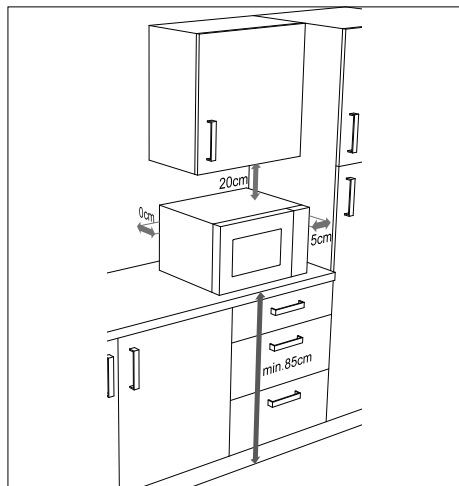

Fig. 5 – Distancias de aparato
- ▶ Se deben observar las distancias indicadas en (**véase Fig. 5**) para asegurar una buena ventilación. El distanciador de la pared posterior del aparato debe tocar la pared. Este garantiza que se mantiene la distancia correcta al colocar el microondas.